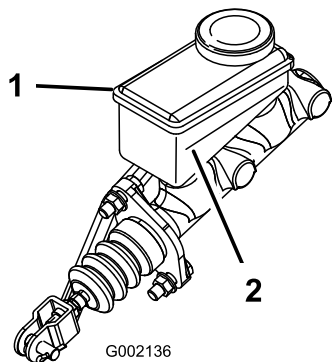

Figura 68
5. Mire el nivel de aceite en el lateral del depósito (Figura 68).
- B. Añada líquido de frenos DOT 3 al depósito hasta que el nivel esté por encima de la línea Mínimo (Figura 68).